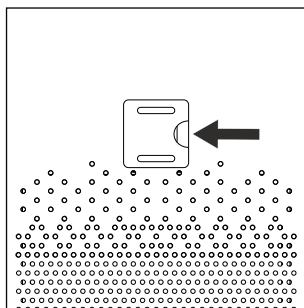

Abb. 1
2. Öffnen Sie Abdeckung des Partikelsensorfachs **11** an der Geräterückseite, indem Sie mit dem Finger in die Öffnung der Abdeckung **11** fassen (s. Abb. 1). Ziehen Sie dann die Abdeckung **11** in Ihre Richtung, bis sie sich öffnet.